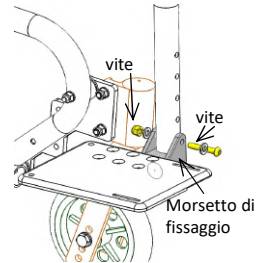

fig. 10.1: Regolazione altezza
- **Regolazione altezza del poggiapiedi (fig. 10.1):**